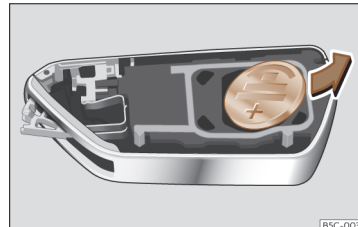

Fig. 78 Cheia automobilului: scoaterea bateriei.
- Extrageți bateria din compartimentul său folosind un obiect subțire adecvat»» **fig. 78**.